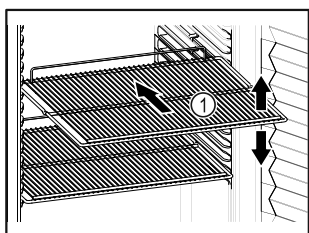

Fig. 57 Przykładowa prezentacja
- Jeśli ruszty do składowania Fig. 57 (1) są ruchome, należy je ustawić odpowiednio do wysokości.